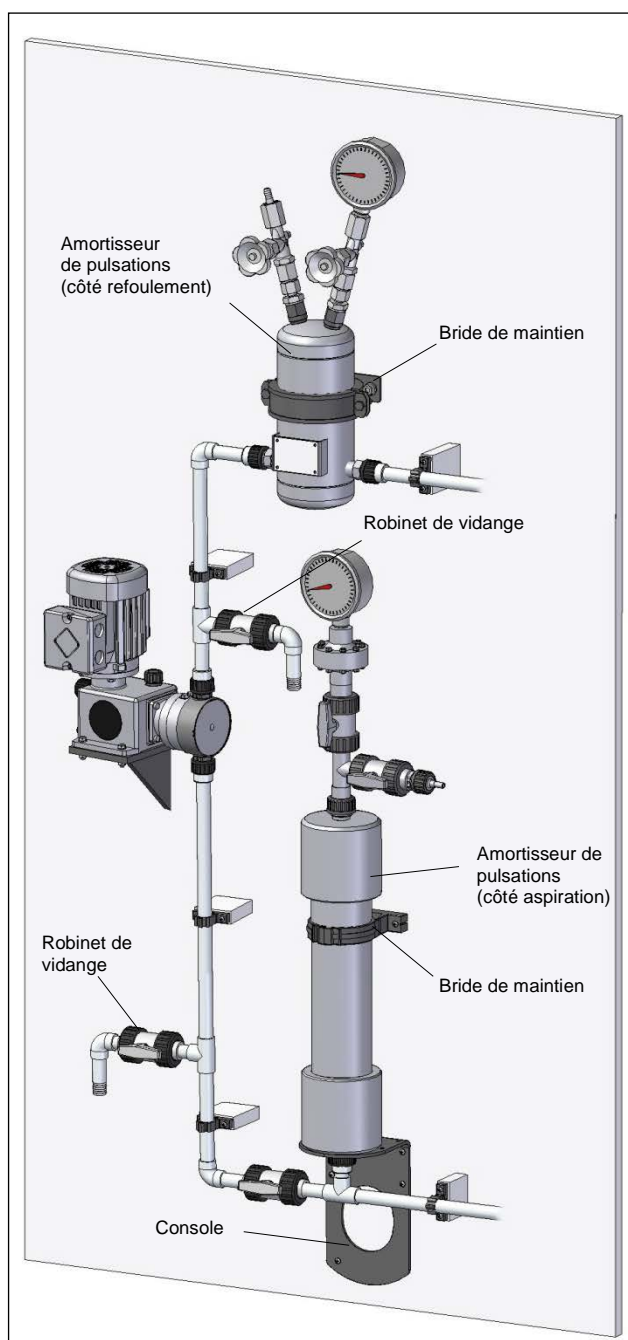

Fig. 12 Installation
Selon l'utilisation envisagée, il est possible de monter le système sur l'admission ou le refoulement de la pompe (cf. fig. 12). Lors de l'installation, veillez à respecter les points suivants :
- Monter toujours les amortisseurs de pulsation de manière à ce que les raccords destinés au système de mesure de pression et de remplissage se trouvent sur le haut (cf. fig. 12).
- Le poids de l'amortisseur de pulsations ne doit pas reposer sur les tuyaux (cf. fig. 12).